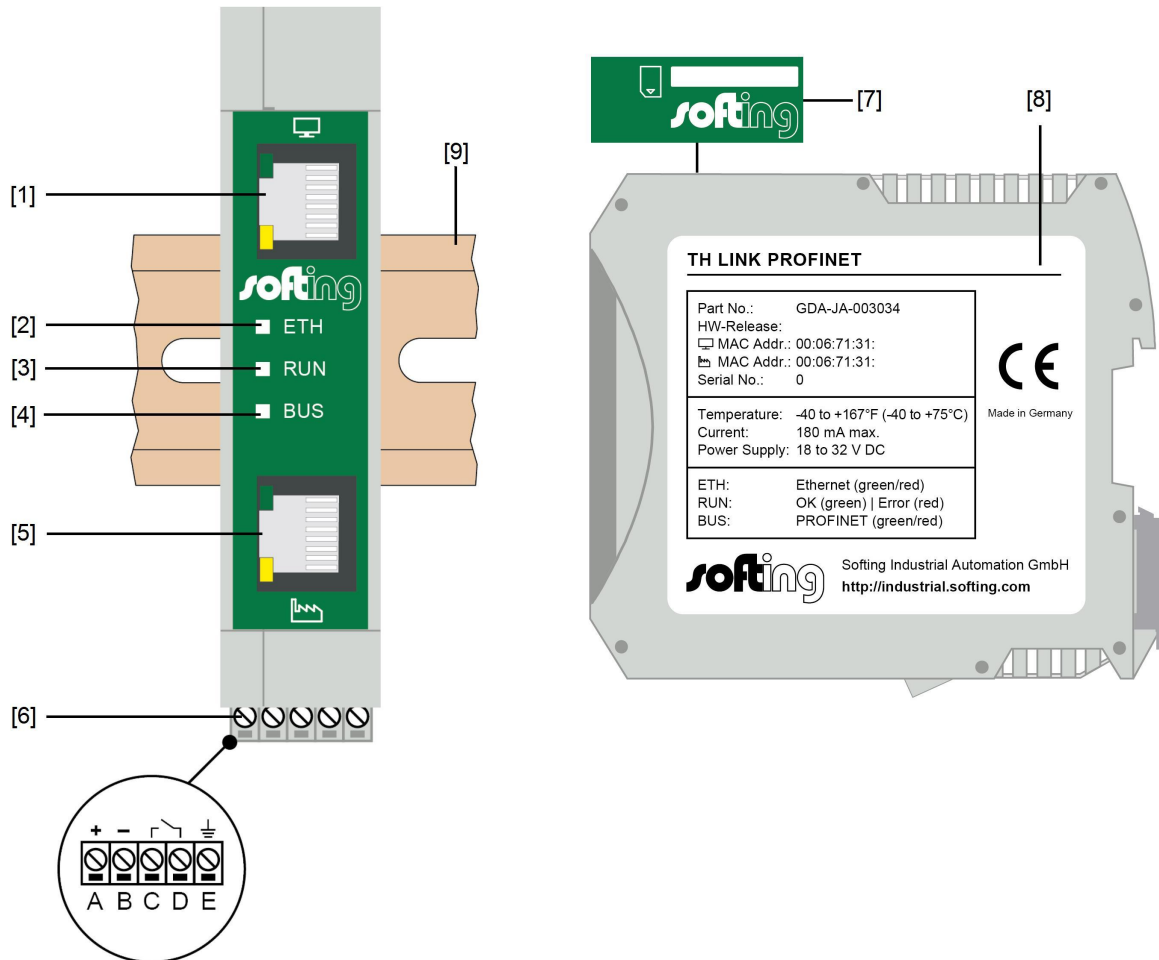

Abbildung 1: TH LINK (Vorder- und Seitenansicht)
- a. An der oberen Ethernet-Schnittstelle mit dem Monitorsymbol (siehe Abbildung 1 Nr. [1]) wird das Büro-Netzwerk angeschlossen, von dem aus der Zugriff das Automationsnetz erfolgen soll.
- b. An der unteren Ethernet-Schnittstelle mit dem Fabriksymbol (siehe Abbildung 1 Nr. [5]) wird das Automationsnetz angeschlossen, das überwacht werden soll.
- a. Schließen Sie den TH LINK mit der unteren Ethernet-Schnittstelle mit dem Fabriksymbol (siehe Abbildung 1 Nr. [5]) im Automationsnetz an.